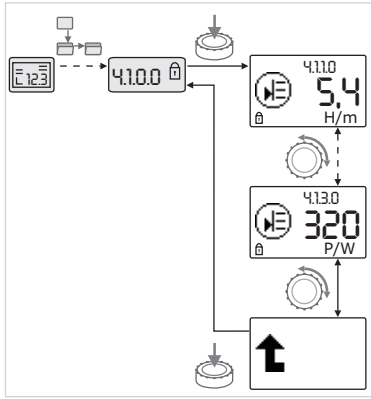

Fig.44: Wywoływanie informacji
- Poprzez obracanie pokrętko wybierać elementy menu typu „Informacja” w aktualnych podmenu (patrz rys. 44). Objaśnienia symboli odpowiadających poszczególnym ustawieniom – patrz tabela w rozdziale 8.7 „Przegląd elementów menu” na stronie 159.